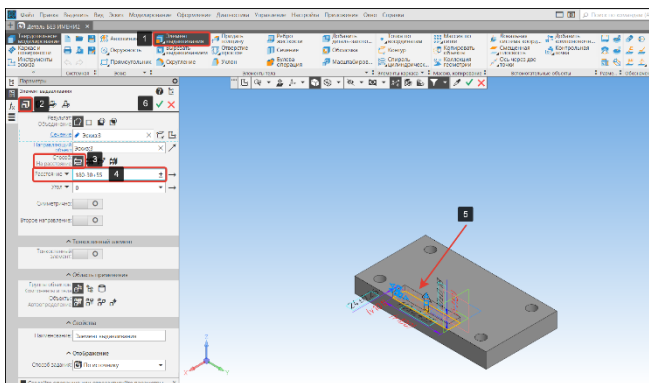

Рисунок 63 – Команда выдавить
- В панели элементы тела выберем команду Элемент выдавливания (1), подоперация элемент выдавливания (2) (Рисунок 63);
- Способ построения - На расстояние (3), расстояние зададим в форме математического выражения: $180 - 30 + 55$, где 180 мм. – высота до центра отверстия, 30 мм. - толщина основания, 55 мм. – высота скругления (см. чертеж вилка) (Рисунок 63). Для удобства вычислений в КОМПАС-3D заложена возможность производить математические вычисления;
- Если построения фантома (5) выполнены верно, для завершения команды с сохранением изменений нажмем кнопку Создать объект (5) (Рисунок 63);